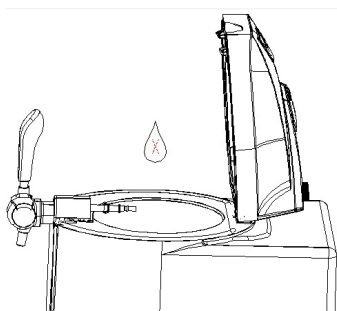
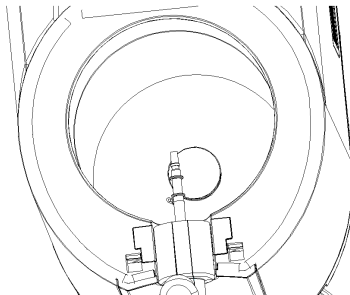

Figura 3
Figura 4
5. Nunca vierta agua en la abertura del aparato (ver figura 3). Utilice toallitas húmedas para eliminar el agua del interior y exterior de la unidad (consulte la Figura 4). Asegúrese de que no haya nada dentro de la unidad, ya que esto puede afectar al sensor de peso.